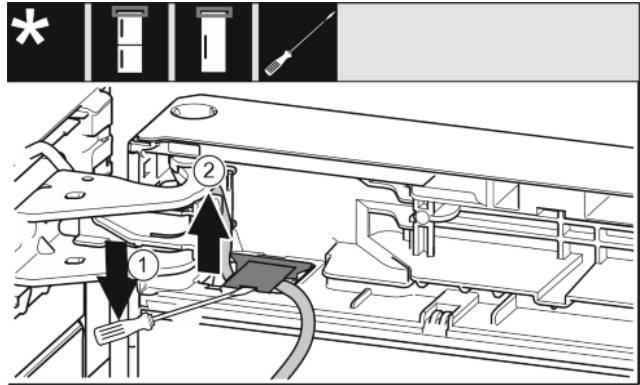

Fig. 17
- ▶ Met de sleufschroevendraaier de afdekking optillen en eruit trekken. Fig. 17 (1)
- ▶ De kabel eruit trekken. Fig. 17 (2)